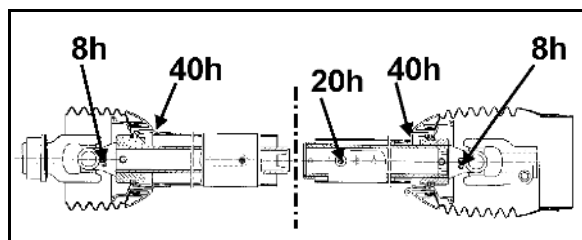

Fig. 94
1. Colocar la protección del árbol de transmisión en posición de montaje (Fig. 94).
Los **tornillos M8 x 30 A2-70** que se suministran sueltos son **tornillos cizallables de repuesto** (Fig. 94/1) para fijar la junta del árbol de transmisión en la brida del árbol de entrada del engranaje. Introducir siempre engrasado el eje cardánico en el árbol de entrada del engranaje.